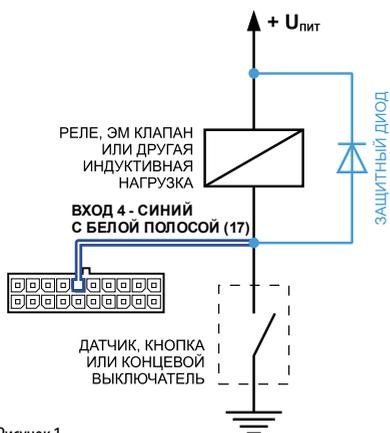

Рисунок 1.
**1. Защитный диод** (рис.1) – устанавливается параллельно индуктивной нагрузке. При этом ток защитного диода ( $I_{\text{диода, прямой}}$ ) должен быть не менее  $1.5 \cdot I_{\text{удержания катушки}}$ . Если ток удержания катушки неизвестен или есть сомнения, следует использовать схему включения с защитным реле.